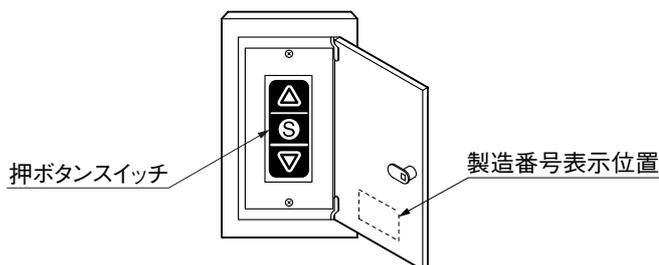

図10-5
- ⑤ 押ボタンスイッチで操作して正しく動くかどうか確認してください。(図10-5参照)